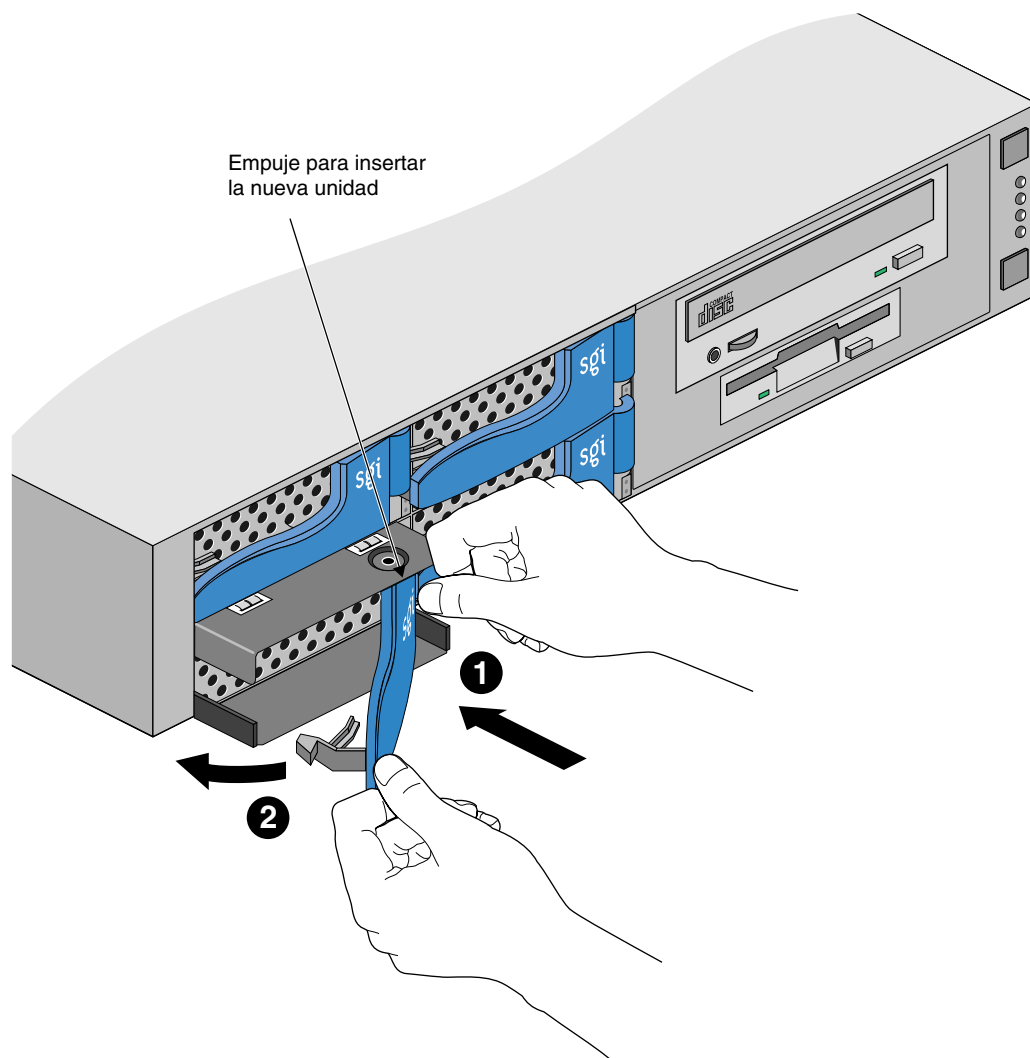

Figura 4-5 Reemplazo de una unidad de disco duro
4. Inserte una nueva unidad de disco en el módulo de unidad de disco, moviendo el asa de liberación de la unidad de disco en dos pasos, como se indica en la Figura 4-5.